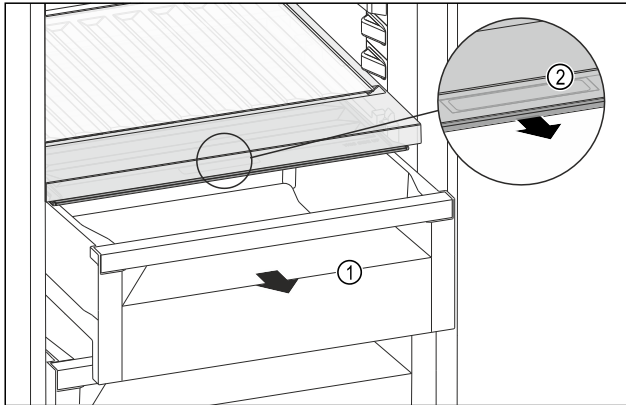

Fig. 219
- ▶ Витягніть висувний ящик Fig. 219 (1).
- ▶ Візьміться за потайну ручку Fig. 219 (2) на кришці відділення й одночасно потягніть кришку відділення вперед.